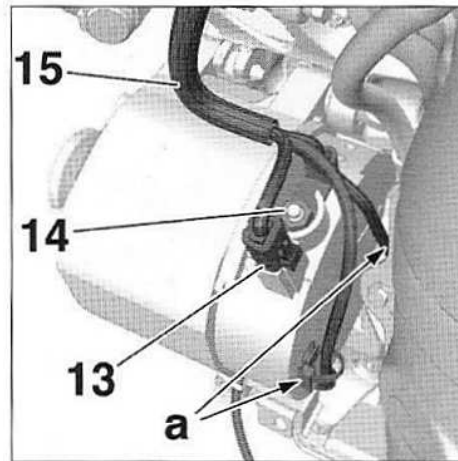

FIG.12
- Débrancher le connecteur (13) (Fig.12).
- Déposer l'écrou (14).
- Dégrafer et écarter le faisceau électrique (15) en (a).